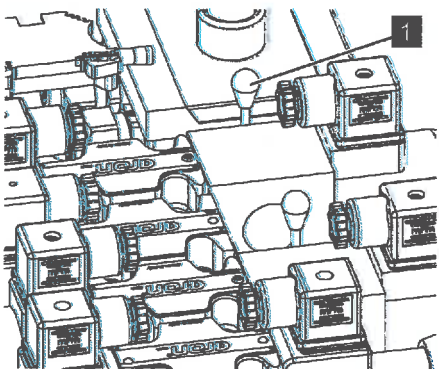

Abb. 90: Nothandbetätigung abschrauben
3. ↪ Die Nothandbetätigung (Abb. 90/1) vom Kettenfahrwerkventil abschrauben und entnehmen.